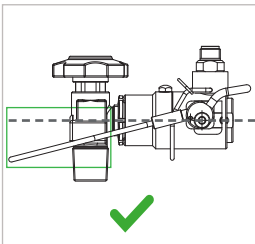

Abbildung 9
- ▶ Klappen Sie die Betätigungsbügel (Pos. 6) nach oben. Der Bügel muss sich leicht und ohne Kraftaufwand nach oben führen lassen. Das Drahtseil muss in seiner Endposition unterhalb der Waagrechten des Adapters liegen (Abbildung 9).